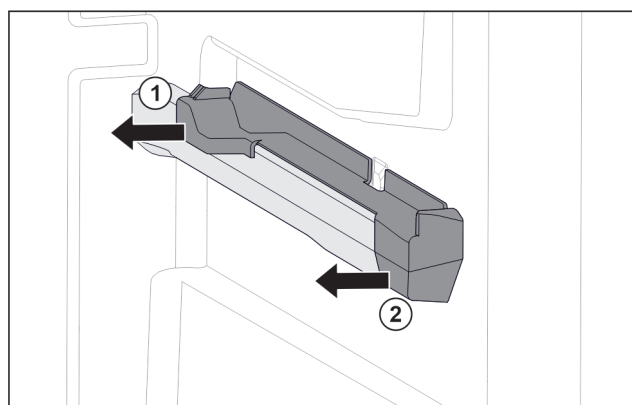

Fig. 114 Aufsteckteil auf der rechten Behälterrippe
- Aufsteckteil hinten zur Seite abziehen. Fig. 114 (1)
- Aufsteckteil vorne zur Seite abziehen. Fig. 114 (2)